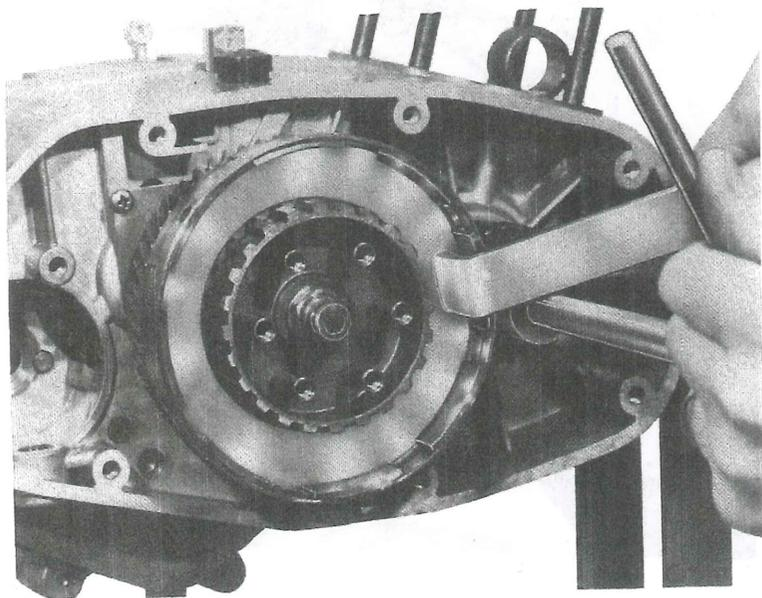

Fig. 17 - Sbloccaggio dado fissaggio pignone motore
- Rimuovere il dado di fissaggio pignone motore, usando una normale chiave a «T» da 17 mm. - Nel compiere questa operazione, è necessario trattenere fermo la coppia ingranaggi, facendo uso di una speciale «Chiave di fermo frizione», matricola U53-3 (fig. 17).